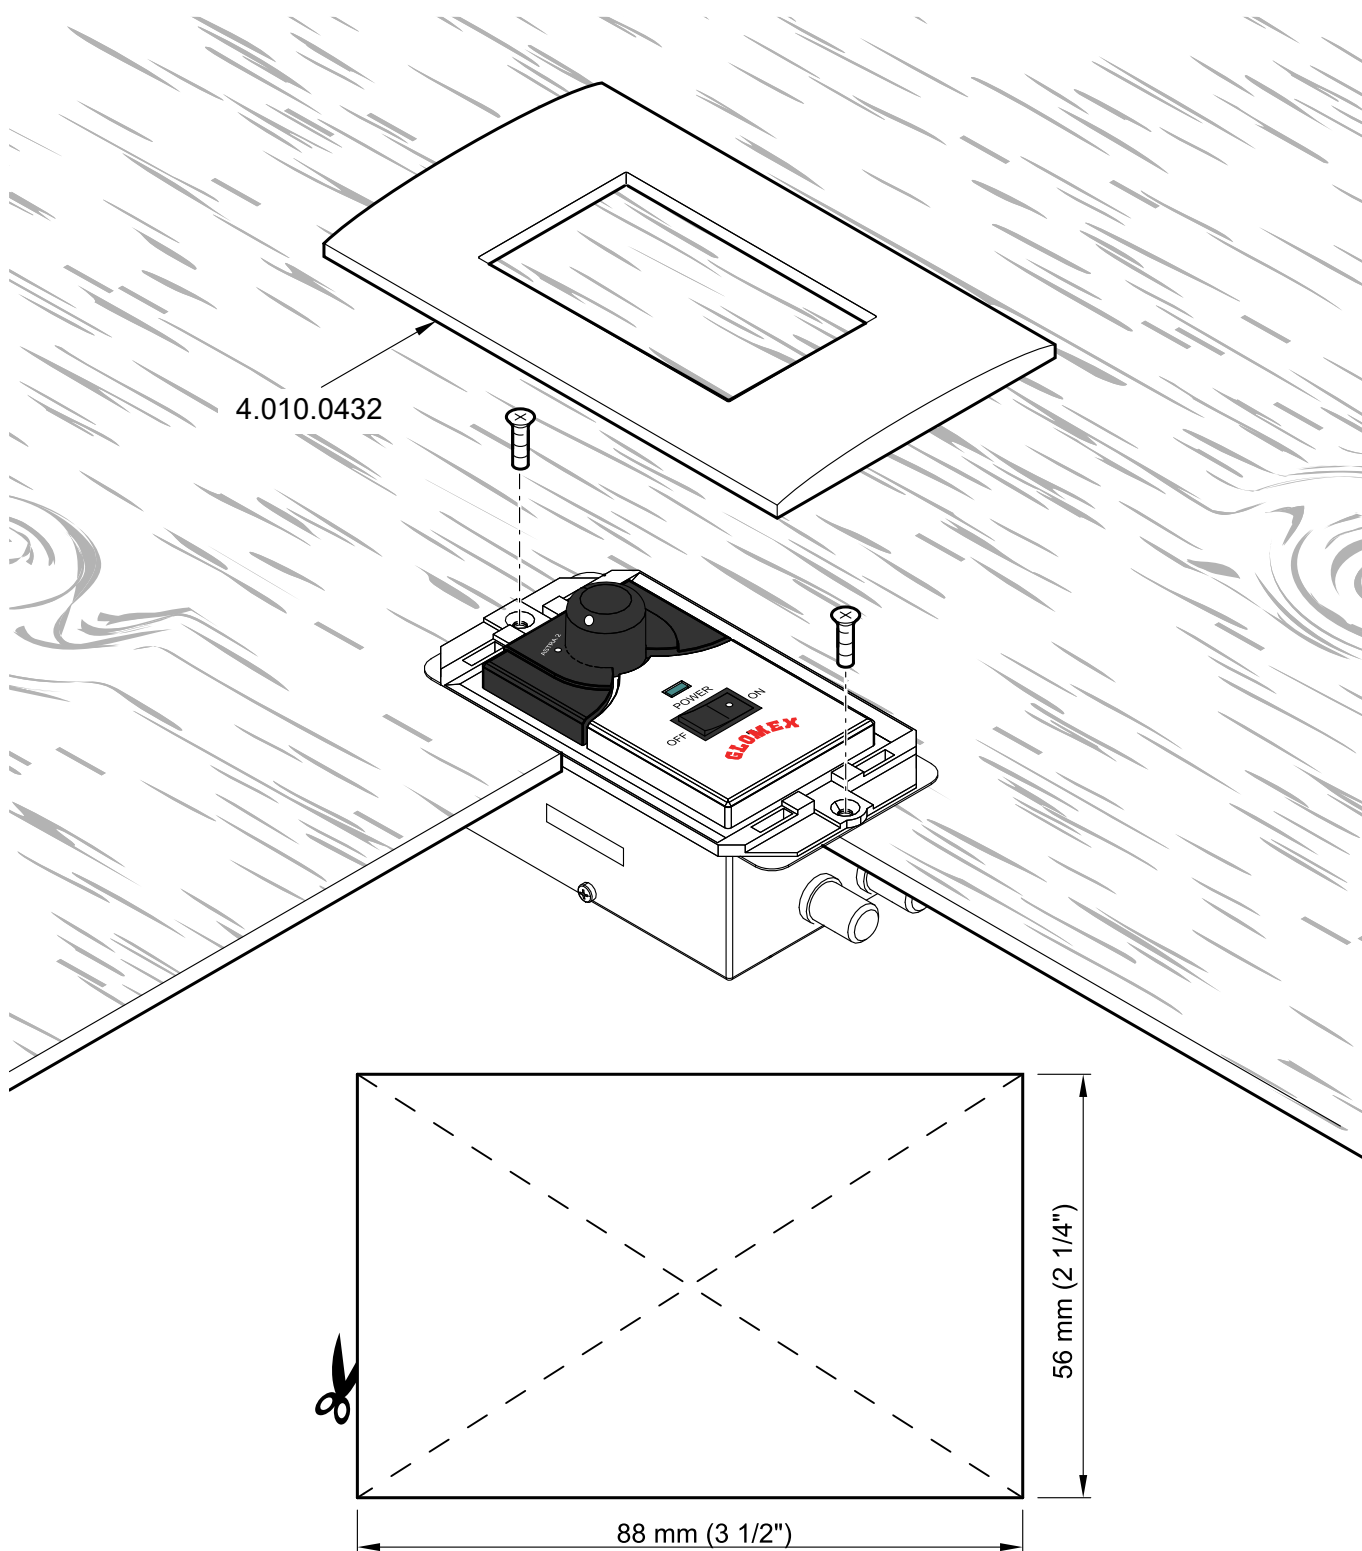

Fig. 19
6. È possibile installare ad incasso l'unità di controllo utilizzando placche commerciali (a 3 moduli) oppure l'accessorio GLOMEX (codice 4.010.0432, vedi **Fig. 19**) praticando un foro con un seghetto alternativo e utilizzando il trapano con punta da 2,5 mm (utilizzare la dima a pagina seguente per le corrette dimensioni).